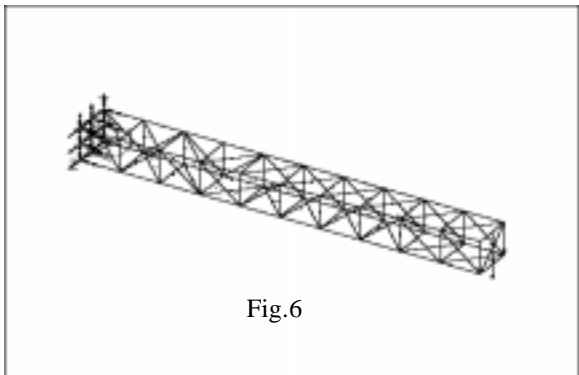

Fig.6
- (4) ジオメトリ上の面に設定した拘束条件と荷重条件を Fig. 6 に示すように有限要素ベースの条件に変換します。